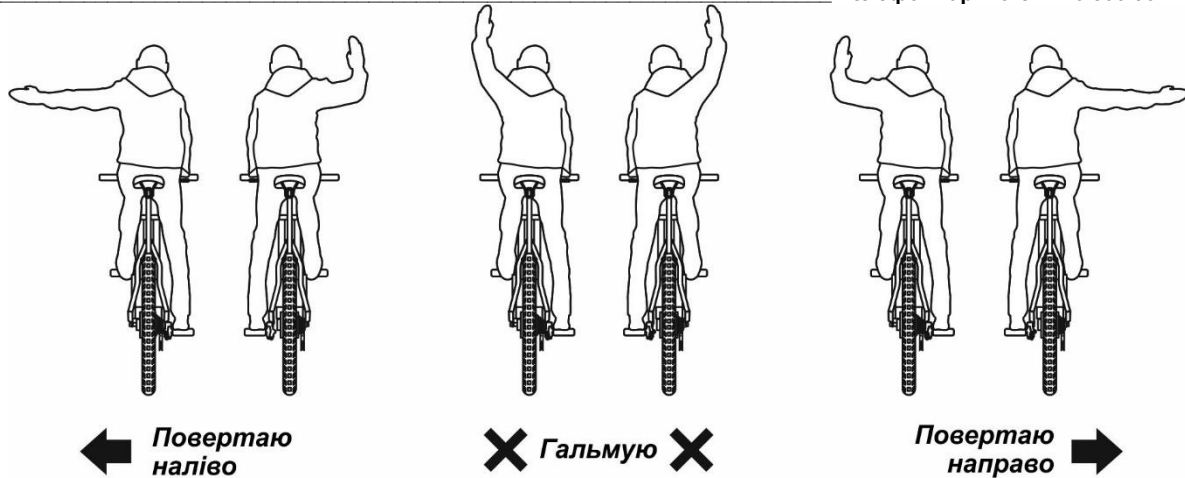

Рисунок 4.1. Сигнали руками під час руху
4.5.1. Під час руху треба використовувати відповідні сигнали руками (рис. 4.1) для інформування інших учасників дорожнього руху про Ваші наміри змінити напрямок руху або зупинитися.